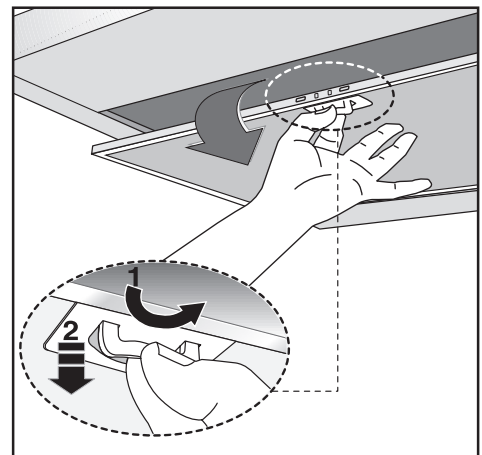

Fig.5
- La distanza minima fra la superficie di supporto dei recipienti di cottura sul dispositivo di cottura e la parte più bassa della cappa da cucina deve essere di almeno **65 cm**. Se dovesse essere usato un tubo di connessione composto di due o più parti, la parte superiore deve essere all'esterno di quella inferiore. Non collegare lo scarico della cappa ad un condotto in cui circoli aria calda o utilizzato per evacuare fumi degli apparecchi alimentati da un'energia diversa da quella elettrica. Prima di procedere alle operazioni di montaggio, per una più facile manovrabilità dell'apparecchio disinserire i filtro/i antigrasso (Fig.5).